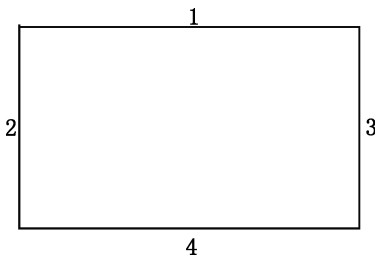

图 15-21 绘制矩形
(1) 单击“默认”选项卡“绘图”面板中的“矩形”按钮, 绘制一个长为 45、宽为 25 的矩形, 如图 15-21 所示; 再单击“默认”选项卡“修改”面板中的“分解”按钮, 将绘制的矩形分解为直线。